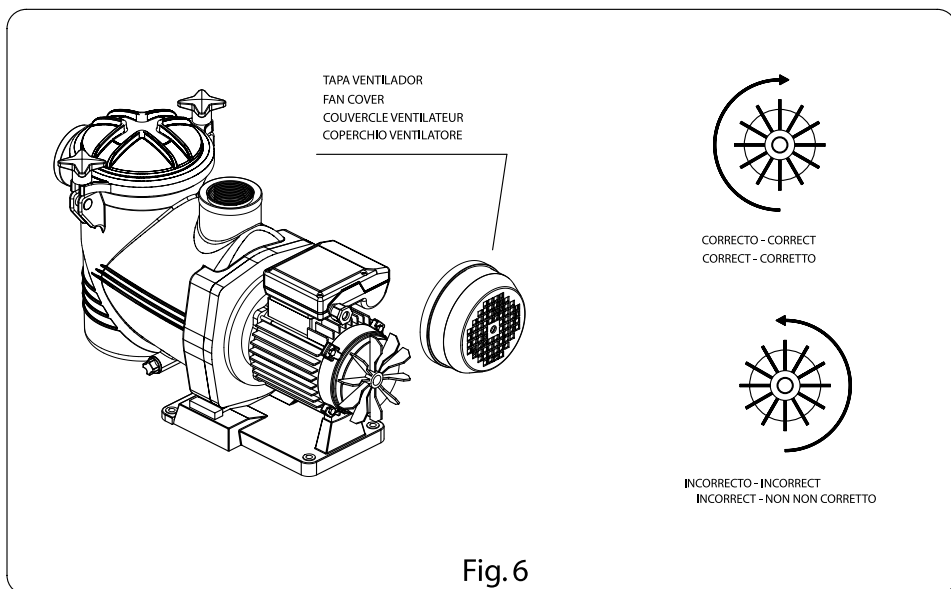

Fig.6
- Nei motori trifase, verificare che il senso di rotazione del motore sia corretto mediante il ventilatore situato nella parte posteriore del motore, che si osserva attraverso lo spioncino del coperchio del ventilatore (Fig. 6).